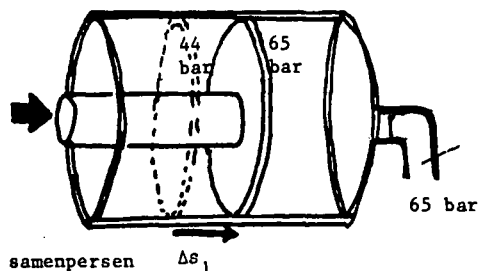

fig. 1b Het samenpersen
- Het gas wordt samengeperst tot 65 bar, waarbij de zuiger 27 cm verplaatst wordt (fig. 1b). Voor de eenvoud is aangenomen dat de temperatuur van het gas ongeveer constant blijft, wat in werkelijkheid zeker niet het geval is.